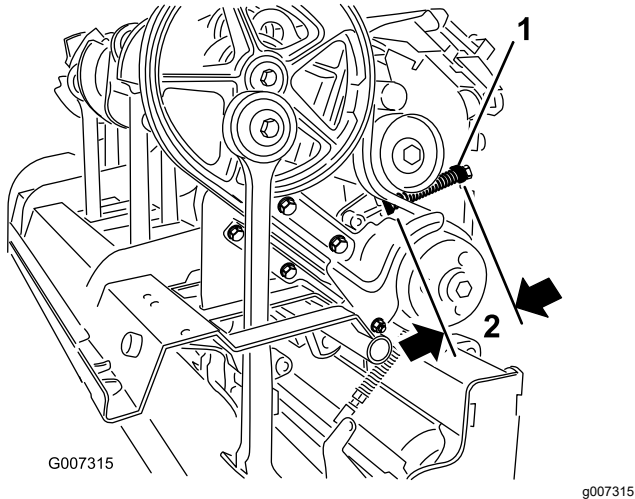

図 35
C. スプリングリテーナを固定しているロックナットをゆるめる 図 35。
- D. スプリングリテーナを調節して適切なスプリング長さにする 図 35。